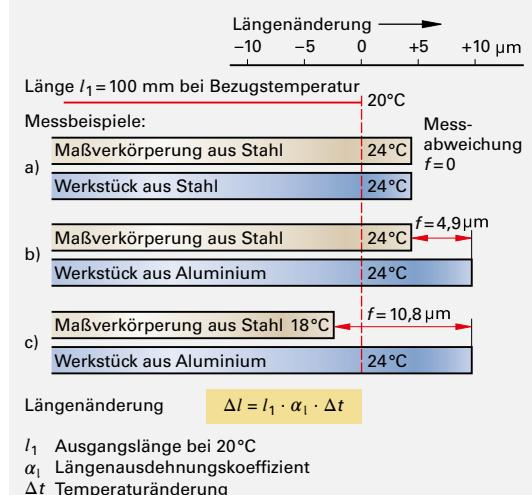

Bild 1: Messabweichungen durch die Temperatur
**Die Abweichung von der Bezugstemperatur** 20 °C bewirkt immer dann Messabweichungen, wenn die Werkstücke und die zur Kontrolle eingesetzten Messgeräte und Lehren nicht aus dem gleichen Material sind und nicht dieselbe Temperatur haben (**Bild 1**).